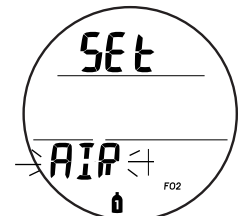

Fig. 47A - RÉGLAGE FO₂ DU MÉLANGE GAZEUX 1 (Air)
- > Indication AIR qui clignote (Fig. 47A) avec icône du mélange gazeux 1, 2 ou 3 (bouteille) et icône FO₂.